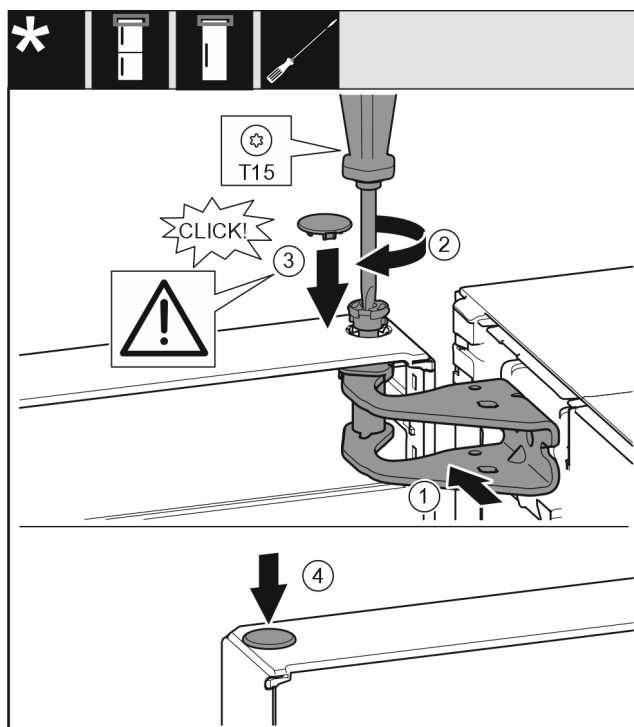

Fig. 23
- Dveře nahoře vyrovnejte s otvorem ve stojanu ložiska. Fig. 23 (1)
- Vložte čep Fig. 23 (2) a pevně jej utáhněte šroubovákem.
- K zajištění dveří namontujte bezpečnostní kryt Fig. 23 (3): Bezpečnostní kryt nasadte a zkontrolujte, zda přiléhá na dveře. V opačném případě čep zcela zasuňte.
- Vložte zátku Fig. 23 (4).